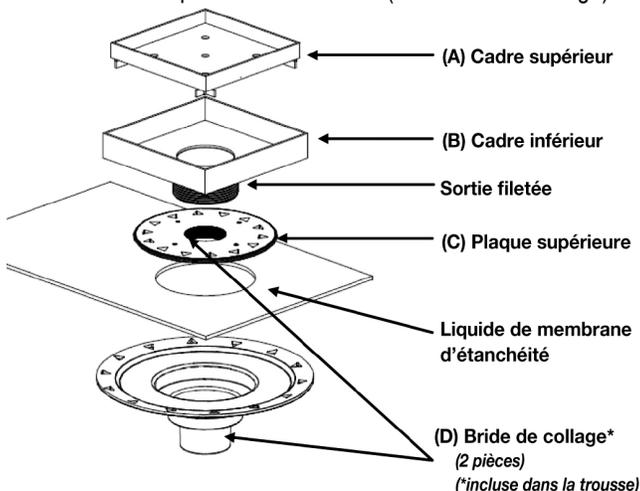
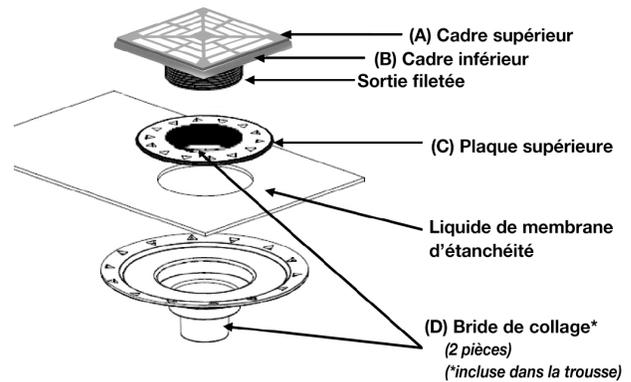

Fig. 1
Fig. 2
Avant de placer le mortier, appliquer une couche de coulis de liaison constituée de 254 Platine ou d'additif. Alors que la couche de coulis est encore humide, étaler le lit de mortier renforcé 3701 et bien le compacter. Les lits de mortier doivent être de 19 mm (3/4 po) minimum à 2 po (50 mm) maximum. Les lits de mortier dépassant une épaisseur de 2 po (50 mm) doivent être détaillés par l'architecte selon les directives TCNA F112. Avant de poser le drain à bride de collage HYDRO BAN, s'assurer que le panneau de ciment a été installé au mur suivant les recommandations du fabricant. Le drain à bride de collage HYDRO BAN doit être posé selon les directives TCNA Method B422. Avant de poser les drains à bride de collage, s'assurer que l'ouverture dans le plancher où se trouve le raccord du tuyau de vidange est d'un diamètre de 108 mm (4-1/4 po). La lèvre du drain à bride de collage HYDRO BAN se loge à environ 32 mm (1-1/4 po) au-dessus du support. Poser à sec le drain à bride de collage HYDRO BAN dans l'ouverture et sur le tuyau de vidange en dessous. Pour le raccordement à un tuyau de vidange de 50 mm (2 po) qui est déjà en place, le haut du tuyau de vidange doit être de 44 mm (1-3/4) en dessous de la surface du support. S'assurer que le drain à bride de collage HYDRO BAN est en PVC pour le raccordement à un tuyau de vidange en PVC ou en ABS pour la connexion à un tuyau de vidange en ABS. Cimentier en place le drain à bride de collage HYDRO BAN en utilisant un solvant de PVC et du ciment pour le PVC et un solvant d'ABS et du ciment pour un drain à bride de collage HYDRO BAN et les raccords du tuyau de vidange en ABS. S'assurer que la bride de collage HYDRO BAN est de niveau avant la cure du ciment de PVC d'ABS. NE PAS MÉLANGER les matériaux. Cela causera une défaillance dans la soudure du tuyau. Pour la pose sur du contreplaqué collé extérieur (EGP), la bride de collage (D), Fig 1 et 2, peut être vissée au support en utilisant des vis en acier inoxydable ou plaquées zinc pour cloisons sèches de 76 mm (3 po). Il y a quatre fraises autour du périmètre de la bride de collage (D) à ces fins. L'installation est maintenant prête à recevoir le lit de mortier.
Pose de HYDRO BAN® et de carreaux (Fig. 1 et Fig. 2)
3. Murs et planchers carrelés : lorsque le mortier-colle et les carreaux sont prêts à être posés autour du drain à bride de collage HYDRO BAN, étendre le mortier-colle sur la bride de collage (D) puis placer la plaque supérieure (C) sur celle-ci. Le mortier-colle devrait suinter à travers les vides triangulaires dans la plaque supérieure (C). Retirer tout excès de mortier-colle de la plaque supérieure (C) en utilisant une truelle. À mesure que le carrelage s'approche de la plaque supérieure, insérer la sortie filetée de l'armature supérieure et inférieure (A et B) dans la plaque supérieure (C). Ajuster l'armature supérieure et inférieure en vissant la sortie filetée dans le haut de la plaque (C) pour permettre l'ajustement de la hauteur (fig. 2). Étaler du mortier-colle sur la plaque supérieure (C) et poser les carreaux.
4. Si la grille à carrelage est utilisée avec le drain à bride de collage HYDRO BAN, retirer l'armature supérieure (A) et apprêter la surface de deux couches de HYDRO BAN avant de poser les carreaux au sein de l'armature en utilisant un mortier-colle renforcé de polymère. S'assurer que l'armature supérieure en acier inoxydable (A) est exempte de graisse, de saleté et d'empreintes digitales avant d'appliquer HYDRO BAN.